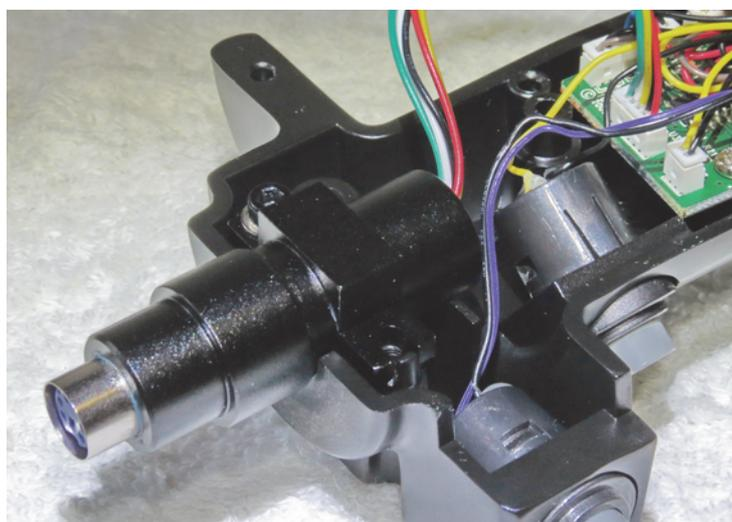

Рис. 3.5.
7. Расположите переходник, как показано на рис. 3.5, и закрепите его винтом.